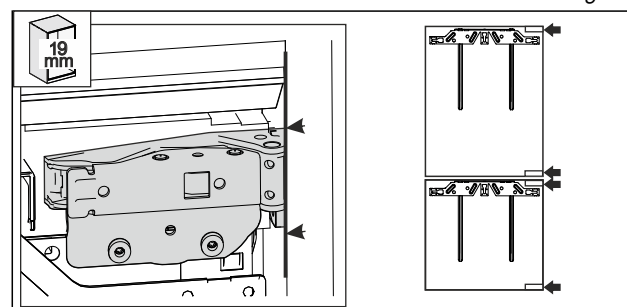

Fig. 52
- 19 mm dicke Möbelseitenwand: die vordere Kante der Scharniere ist eben mit der Vorderseite der Möbelseitenwand ausgerichtet. Fig. 52 ()